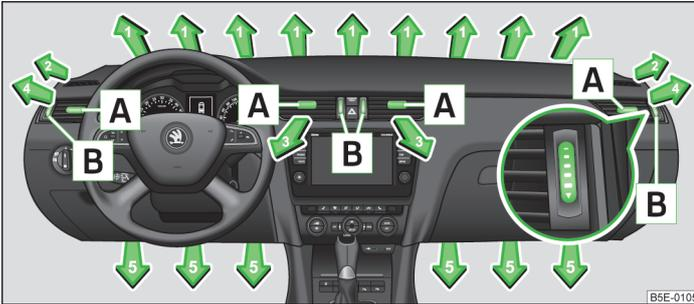
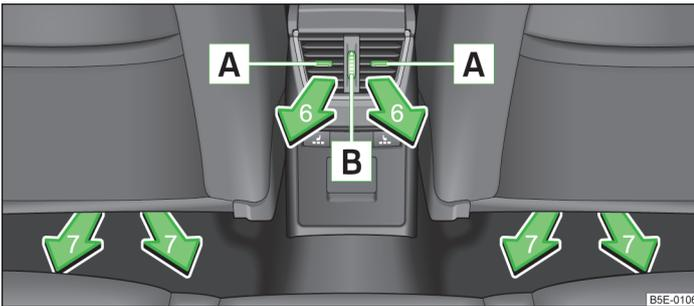

Abb. 106 Luftaustrittsdüsen vorn
Abb. 107 Luftaustrittsdüsen hinten
Bei den Luftaustrittsdüsen **3, 4** » Abb. 106 und **6** » Abb. 107 kann die Luftstromrichtung geändert und die Düsen können auch einzeln geschlossen und geöffnet werden.
- » Die waagerechten Lamellen mithilfe des verschiebbaren Verstellelements **A** » Abb. 106 bzw. » Abb. 107 nach oben oder unten schwenken, um die Höhe der Luftströmung zu ändern.
- » Die senkrechten Lamellen mithilfe des verschiebbaren Verstellelements **A** » Abb. 106 bzw. » Abb. 107 nach links oder rechts drehen, um die seitliche Richtung der Luftströmung zu ändern.
- » Den Regler **B** » Abb. 106 bzw. » Abb. 107 nach oben oder unten drehen.
Wir empfehlen Ihnen, die Luftaustrittsdüsen 3 » Abb. 106 auf Seite 109 in allen Betriebsarten geöffnet zu belassen.